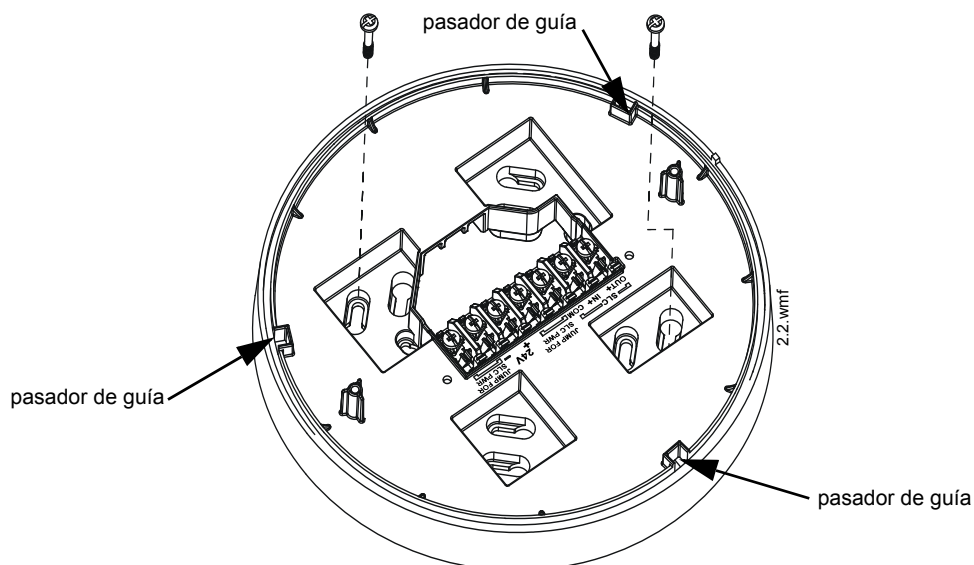

Figura 2.3 Placa de montaje para la puerta de enlace inalámbrica
2. Monte la placa de montaje en la caja de conexiones eléctricas o en el techo. Ver Figura 2.3 a continuación.